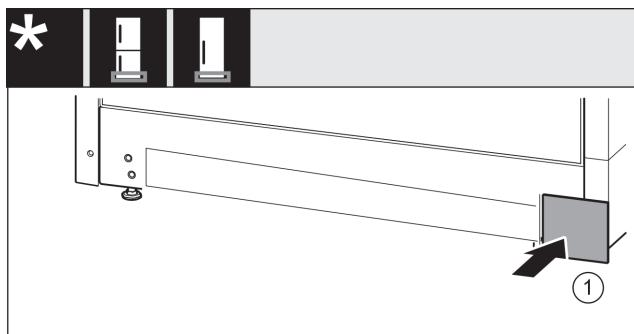

Fig. 26
- ▶ Kryt opäť nasadťte na druhú stranu. *Fig. 26 (1)*